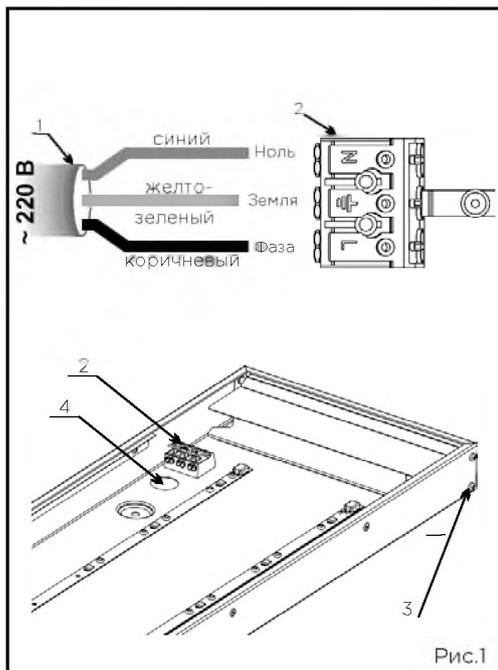

Рис.1
1. Для того, чтобы подключить светильник ССВ с типом корпуса "коридорный", а также все светильники с внутренним способом подключения (клеммная колодка внутри) к электрической сети необходимо (рис.1):